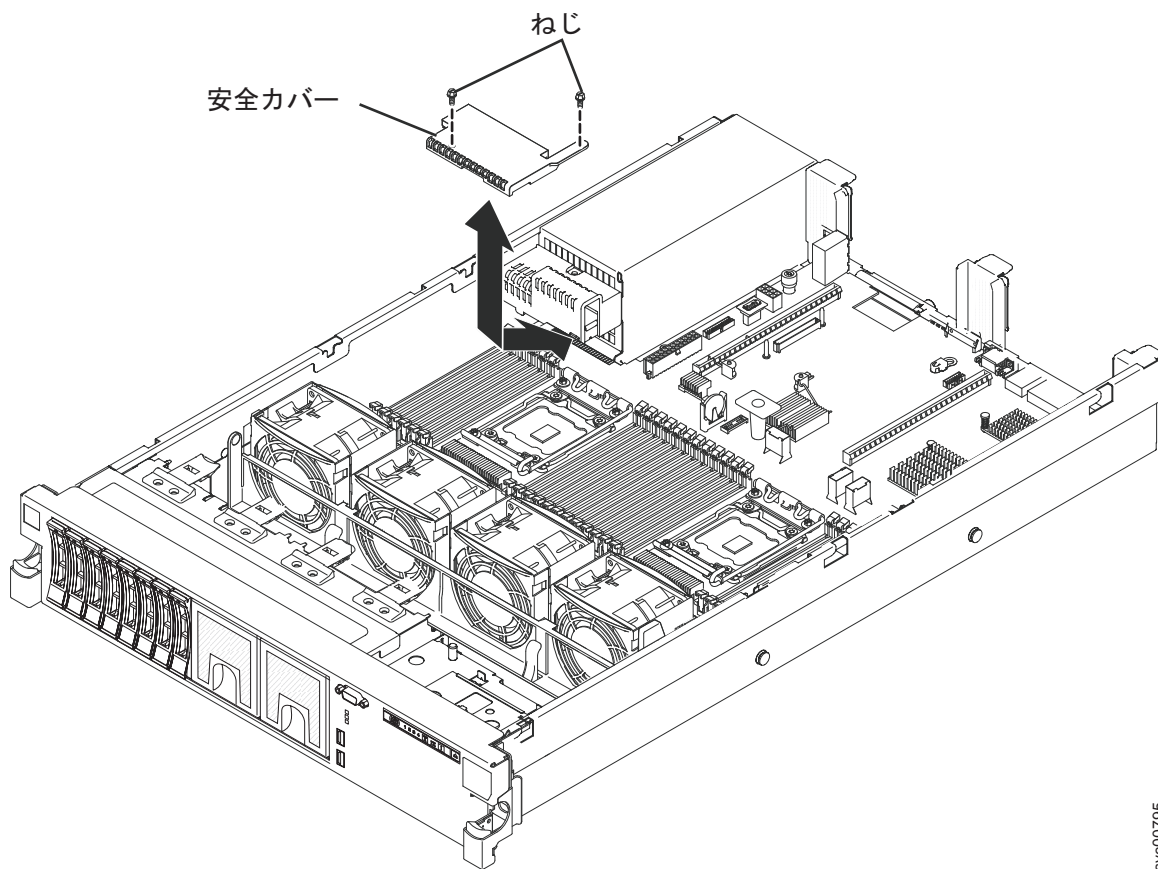

図 94. SAN ボリューム・コントローラー 2145-DH8 240 VA 安全カバーの取り外し
5. 126 ページの図 94 に示すように、カバーを前方にスライドさせてシステム・ボードから外し、持ち上げてサーバーから取り外します。